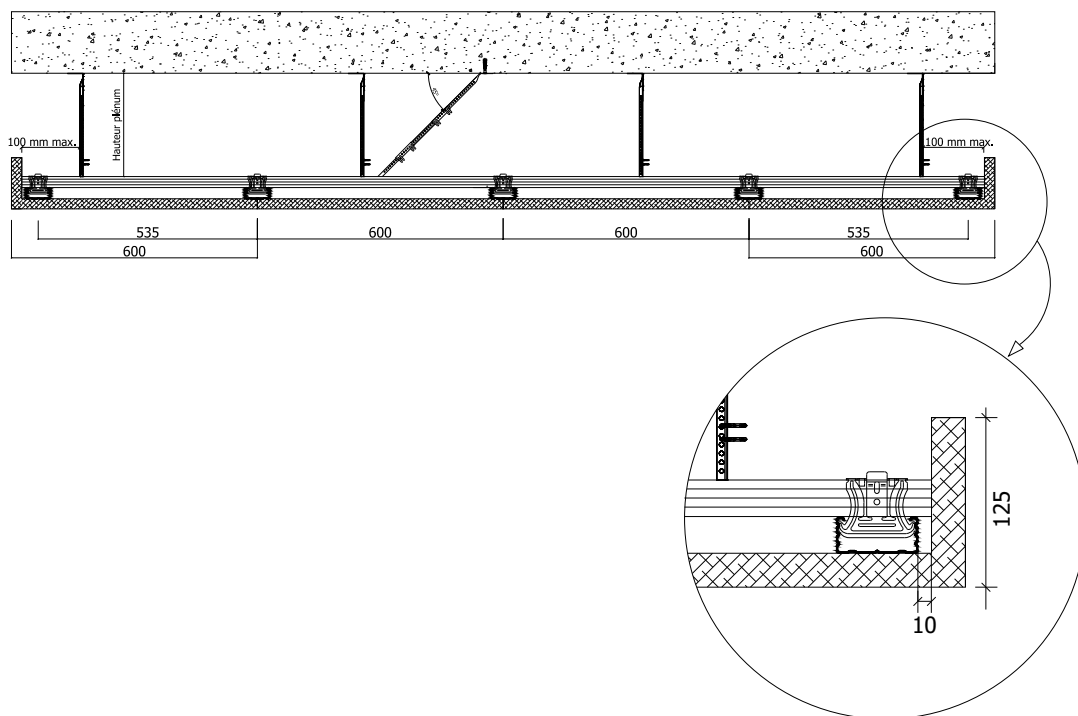

Fig. 4
- Découpe des feuillures (aspiration des poussières recommandée) et mise en place de la première rangée de plaques (fig. 4 à 5).